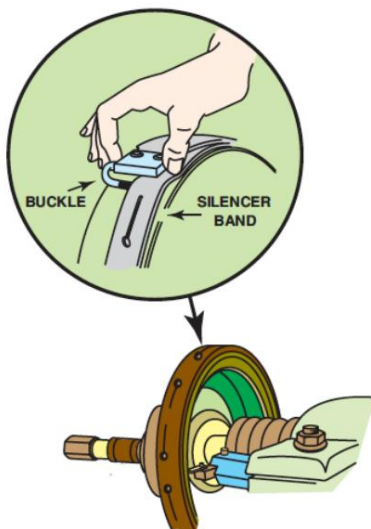

Figura 14. La banda silenciadora evita que la broca de la herramienta vibre.
PASO 1: Monte el tambor en el torno e instale la banda silenciadora. Figura 14.